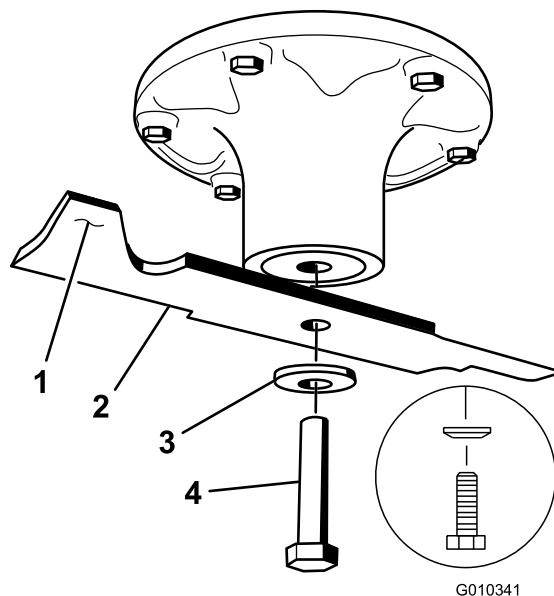

Figure 57
Tenez la lame à son extrémité avec un chiffon ou un gant épais. Enlevez de l'axe, le boulon, la rondelle bombée et la lame (Figure 57).
elle est équilibrée et peut être utilisée. Si la lame est déséquilibrée, limez un peu l'extrémité de la partie relevée seulement (Figure 57). Répétez la procédure jusqu'à ce que la lame soit équilibrée.
1. Placez la lame sur l'axe (Figure 57).
2. Installez la rondelle élastique et le boulon de la lame. Le cône de la rondelle élastique doit être dirigé vers la tête du boulon (Figure 57). Serrez les boulons de lame à 47-88 Nm (35-65 pi-lb).